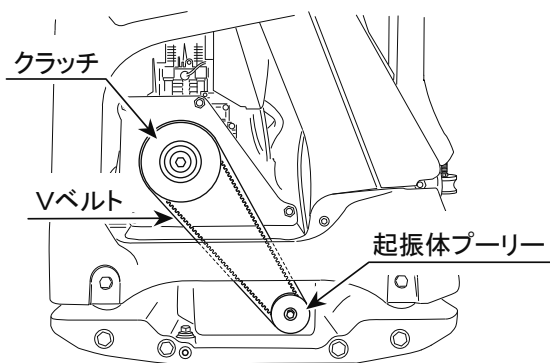

図 27
- 1 Vベルトの点検 (図27)
上下のベルトカバーを外した状態で起振体プーリー(下側)の締め付けボルトにメガネレンチ(13mm)を掛け、Vベルト左側中央部に布等を引掛けて強く手前に引っ張りながらメガネレンチを時計方向に回し、Vベルトを外します。(図27)